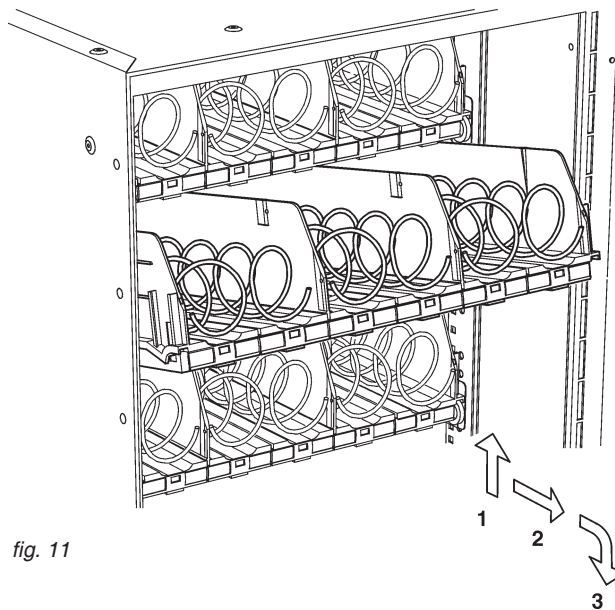

fig. 11
- Extraer una bandeja por vez, levantándola y tirándola hacia afuera hasta superar el plano inclinado de retención (ver la fig. 11).